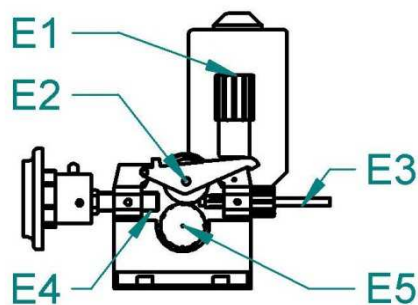

Abb. 4-Rollen Drahtvorschub
- Kippen Sie die Spannmutter (Abb.4, Pos. E1) bei Doppel-Drahtvorschubrollen nach rechts, bzw. bei Vier-Drahtvorschubrollen nach vorn, die Andruckrolle (Abb.4, Pos. E2) wird nach oben geöffnet.
- Schrauben Sie die PVC-Sicherungsmutter heraus (Abb.4, Pos. E5) und nehmen Sie die Drahtvorschubrolle ab.
- Sofern an der Drahtvorschubrolle die geeignete Rille ist, drehen Sie die Rolle um und setzen Sie sie wieder auf die Welle und sichern sie durch Einschrauben der Sicherungsmutter ab (Abb. 4 Pos. E5).
- c) Schneiden Sie das am Rand der Wickelrolle befestigte Drahtende ab und schieben es in der Drahtseele (Abb. 4, Pos. E3) über die Drahtvorschubrolle (Abb.4, Pos. E3) und etwa 5 cm in das Rohr des EURO – Zentralschlusses (Abb.4, Pos E4). Kontrollieren Sie ob der Draht durch die richtige Rille der Drahtvorschubrolle führt.
- d) Kippen Sie die Andruckrollen so herunter (Abb. 4 Pos. E2), damit die Zähne ineinander greifen und bringen Sie die Spannmutter (Abb.4, Pos. E1) in senkrechte Lage.
- e) Stellen Sie den Druck der Spannmutter so ein, dass ein problemloser Transport des Drahtes gewährleistet ist, wobei der Draht nicht deformiert werden darf. Die Stellschraube befindet sich unter der PVC-Schraube (Abb. 4, Pos.E1).